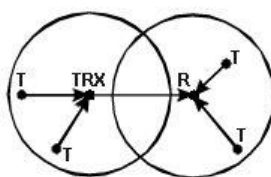

Рис.1
- Требуемое расстояние между приемником и передатчиком больше радиуса уверенной работы радиоаппаратуры, что требует ретрансляции сигнала (см. рис. 1)